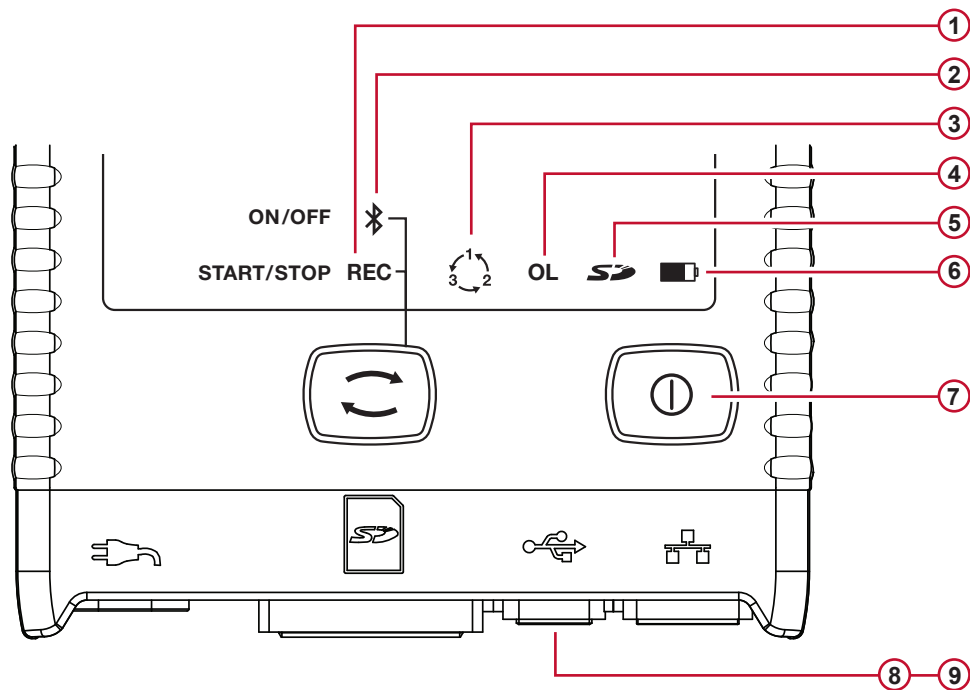

Figura 10
- El piloto REC verde (nº1 en la Figura 10) se enciende 3 s y el piloto Bluetooth azul (nº2 en la Figura 10) se enciende también y se alternan sucesivamente durante 3 segundos cada uno. Mientras cada uno de estos botones está encendido, Vd. puede definir su función como se indica a continuación.